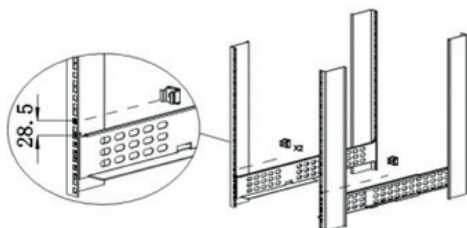
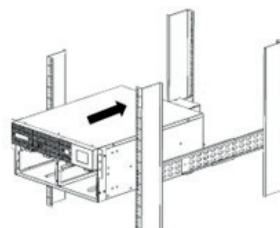

Рисунок 5
Рисунок 6
5. Разместите и прикрепите рельсы для монтажа в стойку/шкаф (рис. 5). Установите ИБП на переднюю часть рельса для монтажа в стойку/шкаф. Вставьте ИБП в стойку так, чтобы монтажные уши соприкасались с передними направляющими, и закрепите их с помощью прилагаемых крепежных винтов (рис. 6).